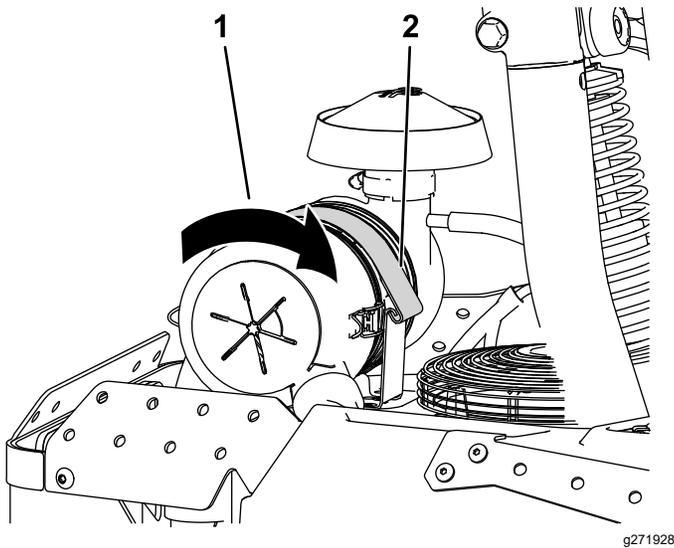

Figure 19
1. Détachez le crochet du filtre à air et tournez le filtre vers l'avant pour permettre le passage du capot du système de ramassage lors de son installation (Figure 19).
4. Ramenez le filtre à air à sa position d'origine et remettez le crochet en place (Figure 19).